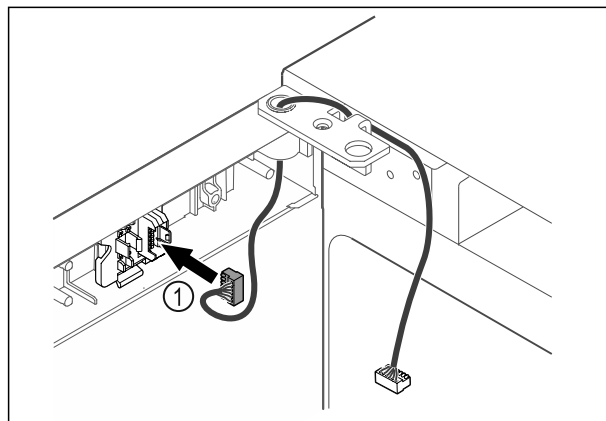

Fig. 43
- ▶ Utaknite utikač Fig. 43 (1) u držač utikača.